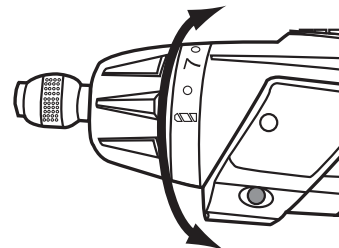

Abb. 6
1. Drehen Sie die Drehmomentvorwahl (3). Die unterschiedlichen Stufen rasten spürbar ein (Abb. 6).